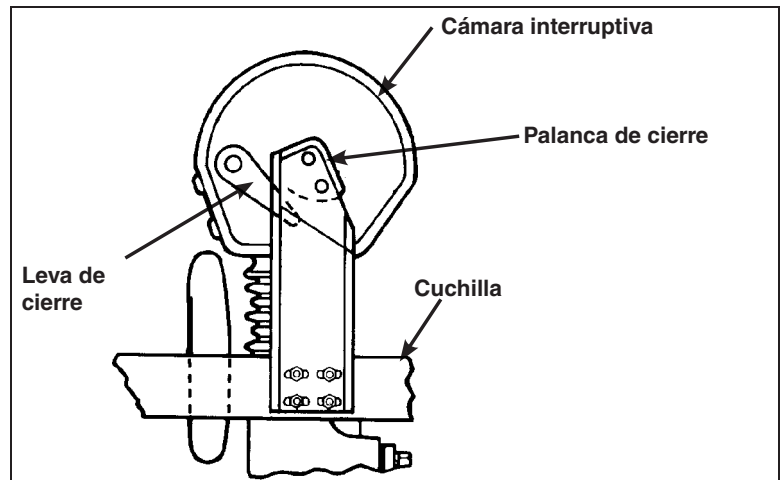

Figura 39. Conjunto de la cuchilla moviéndose en dirección de cierre.
- (b) Al tiempo que el conjunto de la cuchilla se mueva en la dirección de cierre, cada leva de cierre de la cuchilla debe enganchar bien con su palanca de cierre respectiva de la cámara interruptiva. Vea la Figura 39.